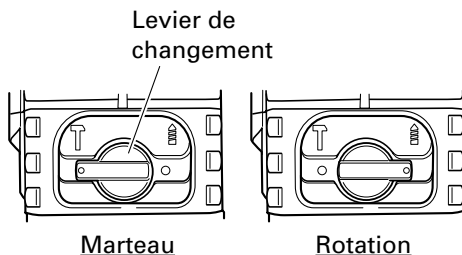

Fig. 9
6. Commutation: fonctionnement en MARTEAU/fonctionnement en ROTATION (Fig. 9)
Lorsque l'on passe du mode de marteau perforateur au mode de perceuse (Fig. 9), il se peut que le levier de changement ne tourne pas aisément. Dans ce cas, mettre l'outil en marche et le faire fonctionner pendant quelques secondes.